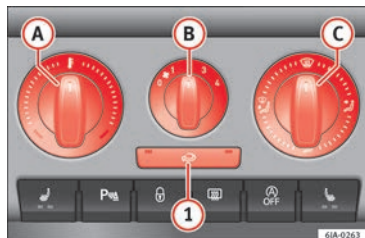

Fig. 169 Calefacción: elementos de manejo.
La salida de aire de los difusores se ajusta con el mando **C** » fig. 169. Los difusores 3 »
– La temperatura aumenta girando el mando **A** » **fig. 169** hacia la derecha.
- Conecte el ventilador girando el mando **B** » **fig. 169** a las posiciones de 1 hasta 4.
- Girando el mando **C** » **fig. 169** se ajusta el acceso de aire a los respectivos difusores » **pág. 157, Difusores de aire**.
Todos los elementos de manejo, salvo el mando **B** » **fig. 169**, se pueden colocar en cualquier posición intermedia.
Si el rotativo **C** » **fig. 169** está en posición de deshielo, la trampilla de recirculación estará siempre abierta (indicador luminoso apagado).
- Pulse la tecla **1** » **fig. 169**, el testigo de la tecla se ilumina indicando que se ha activado la recirculación del aire interior del habitáculo.